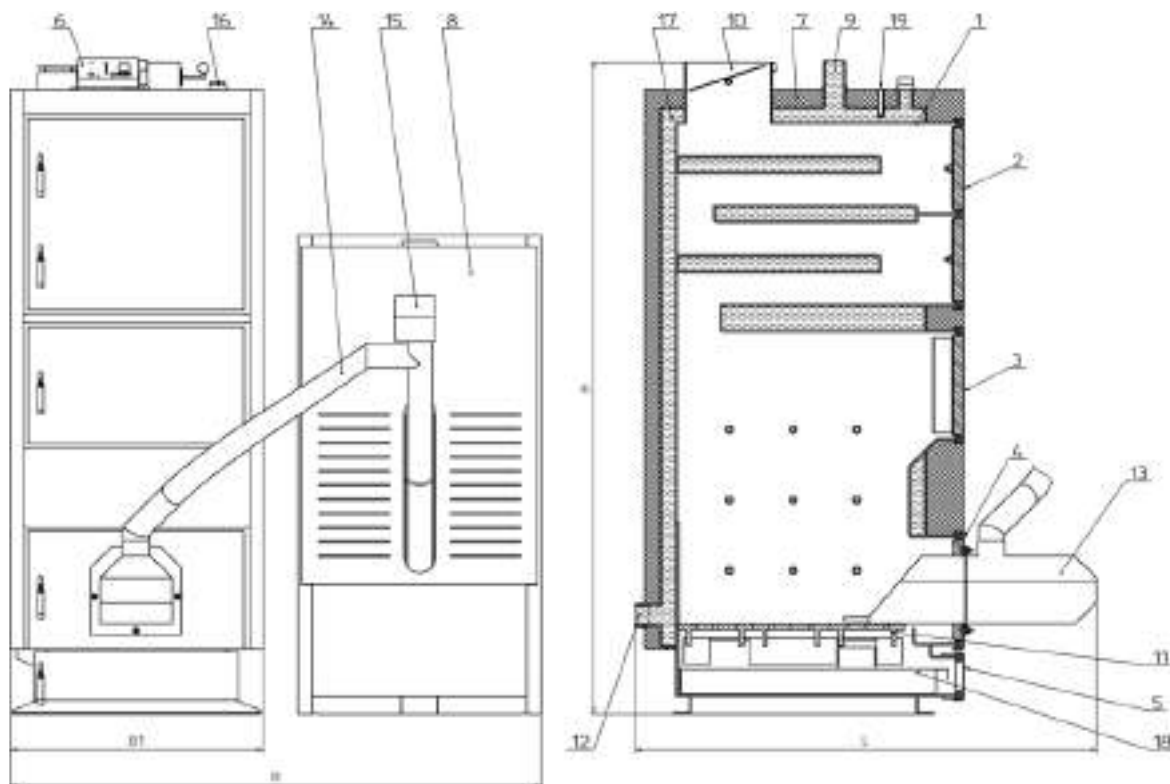

Рисунок 5.1 – Внешний вид и основные элементы котлов типа КТНк
Конструктивно котел представляет собой сборносварную конструкцию, состоящую из корпуса с камерой сгорания (поз. 1, рис. 5.1). Над топкой расположена конвекционная часть котла, что представляет собой высокоэффективный четырёхходовый теплообменник.
Корпус котла выполнено в форме параллелепипеда с двойными стенками, которые разделены водными перегородками (поз. 17, рис. 5.1). На наружной поверхности корпуса под декоративной обшивкой закреплена тепловая изоляция (поз. 7, рис. 5.1).
- шнекового (винтового) механизма подачи топлива, который приводится в движение мотор-редуктором (поз. 15, рис. 5.1);
- автоматической пеллетной горелки (поз. 13, рис. 5.1)
- электронного контроллера температуры (поз. 6, рис. 5.1).
Топливо для процесса сжигания подается автоматически из расположенного у котла бункера для топлива (поз. 8, рис. 5.1) с помощью винтового (шнекового) механизма подачи. Шнековый механизм соединяется с горелкой гибким гофрированным рукавом (поз. 14, рис. 5.1), который изготовлен из легкоплавкого материала. Сгорание топлива (пеллеты) происходит в камере сгорания горелки на подвижном колоснике, который изготовлен из жаропрочной стали. Камера сгорания горелки выполнена из огнеупорного керамики.
Обслуживание котла состоит в периодическом добавлении топлива в бункер (поз. 8, рис. 5.1) и устранении золы из зольной полки (без необходимости погашения котла). После разжигания котёл не требует постоянного пребывания в помещении, где он смонтирован, обслуживающего персонала. Эксплуатация котла может происходить непрерывно во время всего отопительного сезона. Котел может также работать после отопительного сезона в системе с бойлером на горячее водоснабжение.
Дымовые газы выходят в дымоход через боров (поз. 10, рис. 5.1), расположенный в задней части котла. Боров оборудован дроссельным клапаном продуктов сгорания - шибером, который в случае слишком высокой тяги в дымоходе дает возможность ее снизить путем частичного перекрытия выходного отверстия боровой.
- дверцы для периодического обслуживания (чистки) конвективной части котла (поз. 2, рис. 5.1);
- дверцы топки (поз. 3, рис. 5.1)
- дверцы горелки (поз. 4, рис. 5.1)
- дверцы зольника (поз. 5, рис. 5.1)
В верхней части теплообменника размещены: патрубок прямой сетевой воды (поз. 9, рис. 5.1) и штуцер для установки предохранительного клапана (поз. 16, рис. 5.1). В нижней части, на задней стене - патрубок обратной воды (поз. 12, рис. 5.1). Сливной патрубок расположен на боковой стенке котла.
Корпус котла обложен теплоизоляционным материалом (поз. 7, рис. 5.1).
Датчик температуры в комплекте контроллера необходимо закрепить на неизолированной участке патрубка прямой сетевой воды (поз. 8, рис. 5.1), используя шплинтовое крепление (бандаж). После предварительной затяжки бандажа (бандаж можно обернуть вокруг трубы дважды, или отрезать избыток ножницами для металла), вложить датчик температуры между бандажом и трубой. Осторожно зажать бандаж так, чтобы датчик температуры не перемещался под бандажом. Очень сильное затягивание